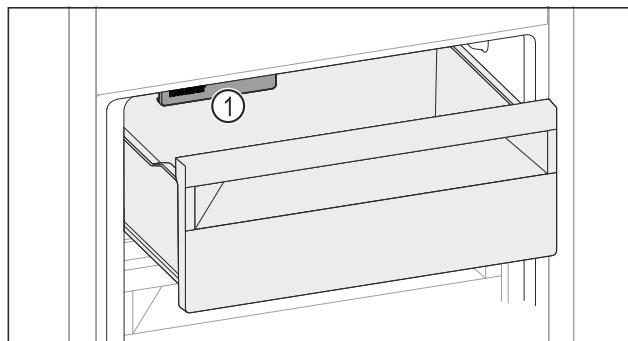

Fig. 136
► Watch out for the IceMaker Fig. 136 (1).